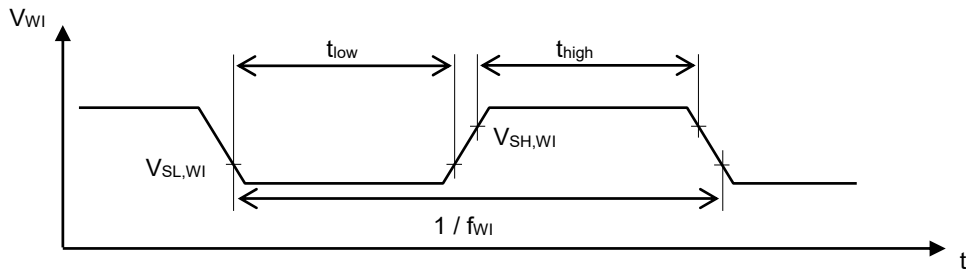

図5
- *2. 図5の条件を満たす立ち上がりエッジをWI端子に入力した場合、ウォッチドッグタイマはトリガを検出します。ウォッチドッグタイマの監視対象から入力される信号は、図5の条件を満たすようにしてください。